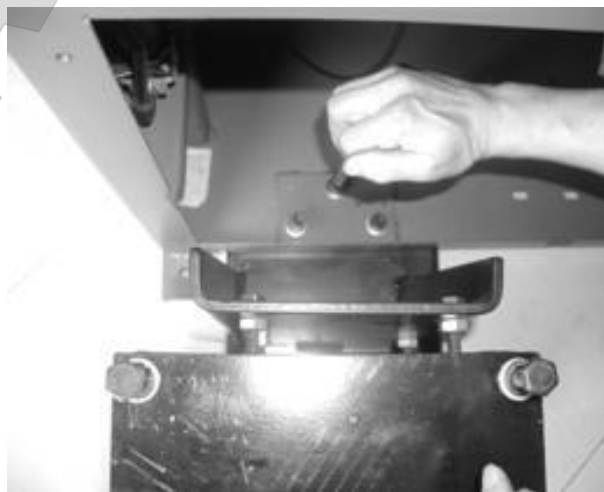

Рис. 7-2
7.1.3 Протолкните платформу основания в корпус через основание с левой задней стороны корпуса. Совместите отверстие с резьбой с усиленным отверстием и зафиксируйте с помощью болта и шайбы. (Рис.7-2).